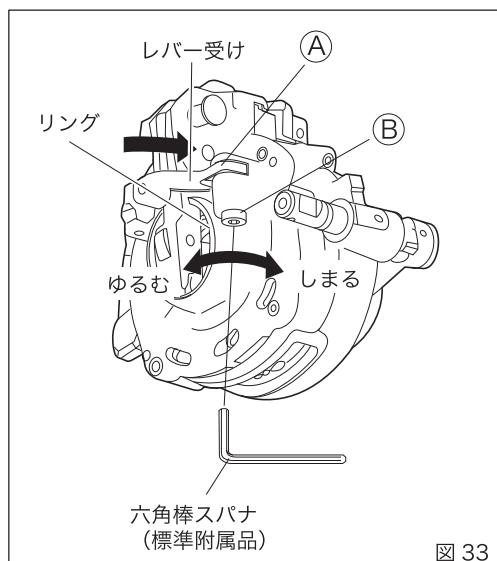

図 33
③レバー受けを元の状態に戻す(図33)
- ③-1 レバーフタミを持って、外れたリングを元に戻してください。
- ③-2 Bのボルトを付属の六角棒スパナで反時計方向に3回転ほどゆるめてください。
- ③-3 レバー受けを回し、A部を軽く叩いて元の位置にはめ込んでください。
- ③-4 ゆるめたBのボルトをもう一度締め込んでください。